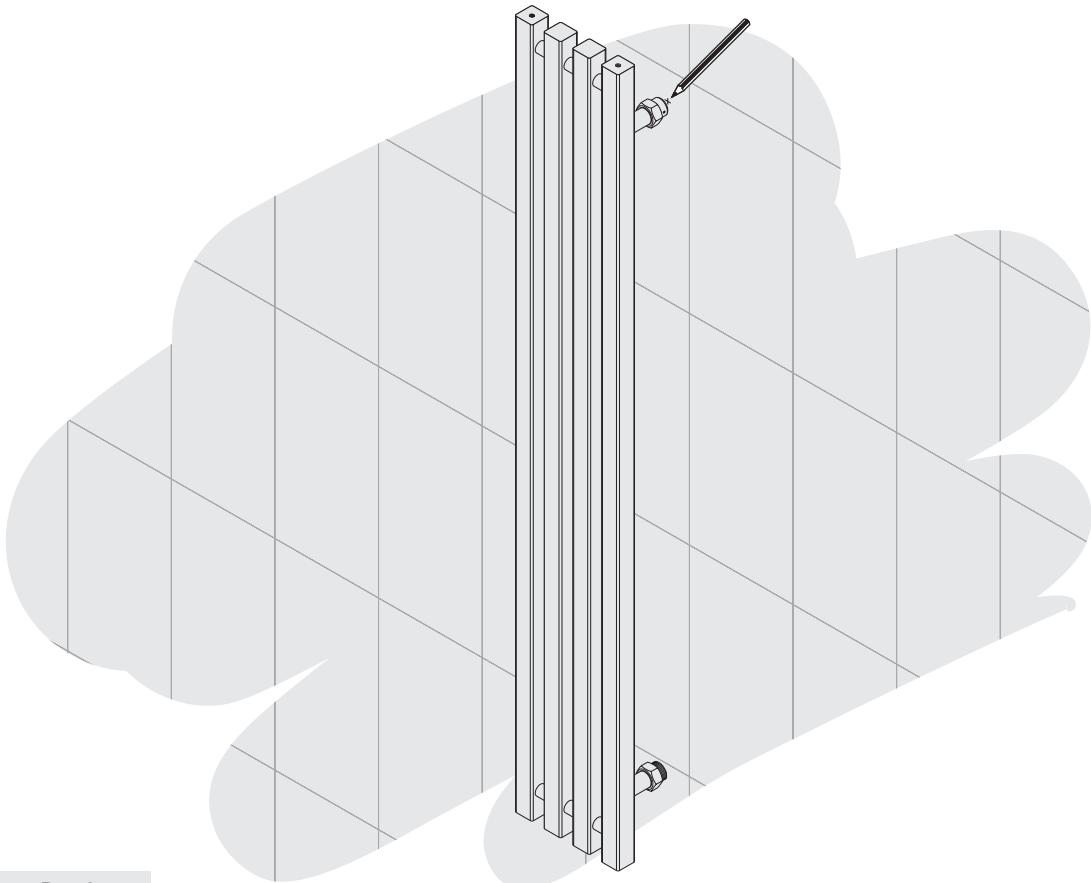

Рис.2
6.3. Произведите **примерочный** монтаж полотенцесушителя, накрутив накидные гайки на установленные эксцентрики (рис. 2).
6.4. Сделайте метки на стене (рис.2).